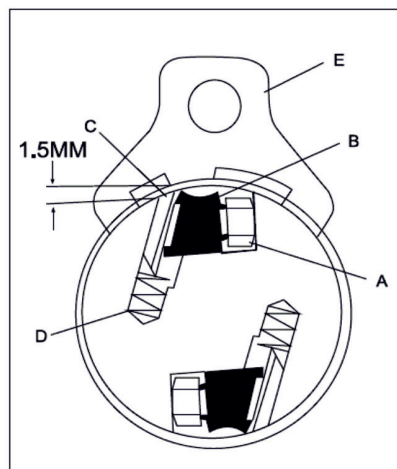

Рис. 4
Ножи выйдут наружу под действием пружины (D). Выньте нож (С) и затем фиксатор ножа (В) (Рис. 4)
1. Установите фиксатор ножа (В) (Рис. 4) в режущую головку
2. Ослабьте крепление ножа, отвернув винты (А) (Рис. 4).